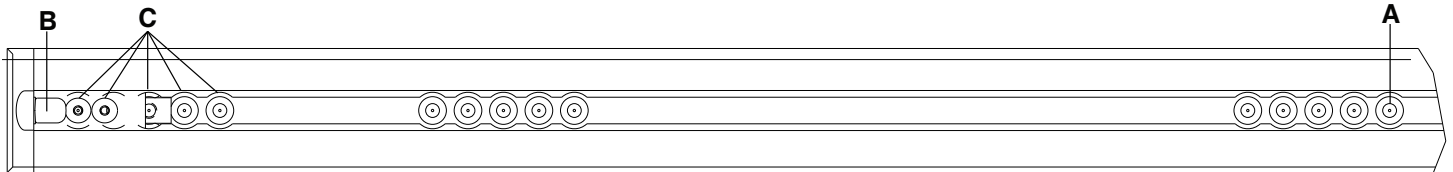

Figura 7 – Posição do localizador da placa de piso – Extremidade do lado dos pés
Nota - Se já tiver uma placa de piso previamente instalada sem o cabo de âncora ao veículo, meça 7,6 cm ou 17,8 cm na direcção da extremidade do lado da cabeça a partir do localizador na posição A (Figura 7). Marque a localização no meio do canal. Esta será a localização da entrada eléctrica. Consulte a secção Instalar a placa de piso (6390-009-020) para obter instruções sobre como ligar o sistema eléctrico.
Nota - As localizações do gancho de segurança (B) e do orifício de montagem extra (C) são ilustradas apenas a título de referência (Figura 7). Estas não são utilizadas para a instalação do **Performance-LOAD**.